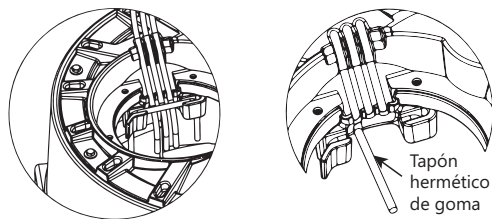

Figura 13. Sello de cable adecuado detrás de la varilla QuickTree
**Reinserción del QuickTree:** después del servicio o la inspección de los flotadores, vuelva a insertar el QuickTree en su soporte. Es importante que los cables del motor de la bomba, el interruptor de flotador y el flotador de alarma opcional estén sellados en los canales de sellado de caucho especialmente diseñados debajo de la cubierta de acceso. Se requiere un sellado apropiado para evitar que el gas del alcantarillado se filtre del sistema. Coloque los cables de forma segura en los canales de goma como se muestra en la Figura 13 [izquierda], teniendo cuidado de eliminar la "holgura" excesiva del cable desde el interior del sistema.
**IMPORTANTE:** se proporcionan tres canales de cable. Para los sistemas sin la opción de alarma, solo se utilizan dos canales y el tercero debe estar "enchufado" con un sello de tapón de goma conectado. Consulte la Figura 13 [derecha]. Si el cable de alarma está presente, se usarán los tres canales. Todas las juntas de cubierta de goma están fijadas permanentemente y no requieren reemplazo.